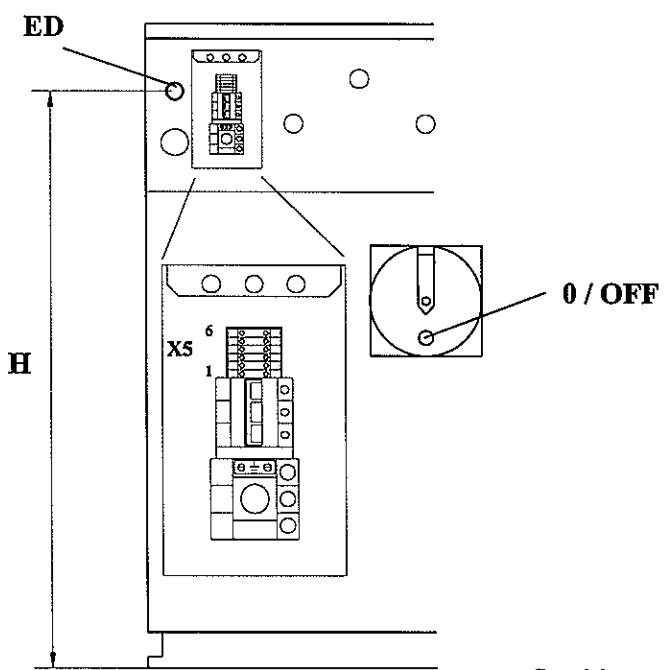

fig. 16
The supply wire can be armoured or separate insulated conductor, protected by a rigid and resistant pipe and fixed to the hole **ED** (fig. 16/17) at the washer inlet by a safety union (Refer to dimensions at the Connection Technical Sheet of the corresponding model).
El conductor de alimentación puede ser de cable manguera o conductores unifilares. En ambos casos, debe protegerse con un tubo de conducción, resistente a la tracción, al aplastamiento y a los impactos. Este tubo debe fijarse al orificio **ED** (fig. 16/17) de entrada a la lavadora mediante una unión segura. (Ver cotas en Hoja Técnica de Conexión del modelo correspondiente)
Le câble d'alimentation peut être en câble gainé ou des câbles unifilaires. Dans les deux cas, il faut le protéger avec un tuyau de conduction, résistant à la traction, à l'écrasement et aux coups, et fixé à l'orifice **ED** (fig. 16/17) d'entrée à la machine à laver par un raccord sûr. (Voir dimensions sur la Feuille Technique de Raccordement du modèle correspondant).
- Secure the wire guard in the hole **ED** (*fig. 16*) and insert the wire inside the terminal block.
- Connect the supply wire to terminals **X5**, (*fig. 16*), refer to enclosed table, depending on the type of washer control.
- Fijar el protector del conductor en el orificio **ED** (*fig. 16*) e introducir el conductor en el interior de la caja de bornes.
- Conectar el conductor de alimentación a los bornes **X5**, (*fig. 16*), según tabla adjunta, dependiendo del tipo de control de la lavadora.
- Fixer le protecteur du câble sur l'orifice **ED** (*fig. 16*) et introduire le câble à l'intérieur du boîtier de bornes.
- Connecter le câble d'alimentation aux bornes **X5**, (*fig. 16*), suivant le tableau ci-joint, et d'accord au type de contrôle de la machine.